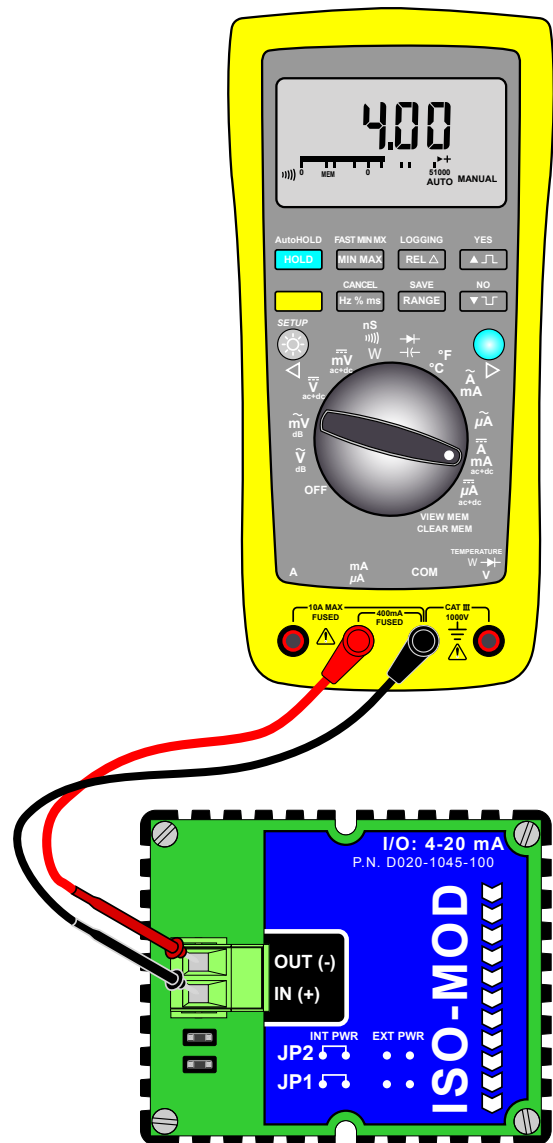

ABBILDUNG 4.2 - 4-20 mA KALIBRIERUNGS-SETUP
- 1) Trennen Sie eine Seite der Stromschleife ab und schließen Sie den Milliampereometer in Reihe an (trennen Sie alle Kabel an den Anschlüssen, die mit +/- gekennzeichnet sind, auf dem ISO-MOD 4-20 mA-Modul), siehe **Abbildung 4.2**.